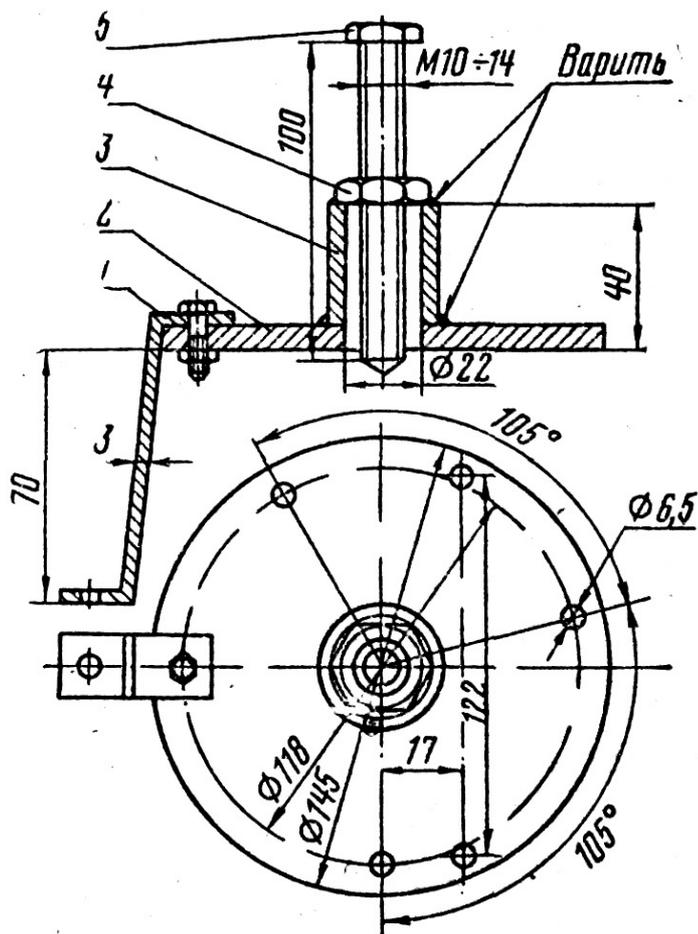

Рис. 60. Съёмник коленчатого вала:
4. Устанавливают (без скобы) съёмник (рис. 60) на место крепления статора генератора и закрепляют его тремя болтами. Ввёртывая центральный болт съёмника, упирающийся в цапфу, и обстукивая место разъёма половин ручки молотка, отделяют правую половину картера. При этом необходимо следить, чтобы прокладка отделялась вместе с одной из половин, для чего действуют лезвием ножа, отвёртки или бритвы. Если половина картера отделяется неравномерно следует тщательно осмотреть весь картер и найти причину. Не обнаружив ее, необходимо помочь съёмнику ударами ручки молотка или даже шинной лопаткой, но делать это следует очень осторожно, чтобы не повредить прокладку или плоскости разъёма.